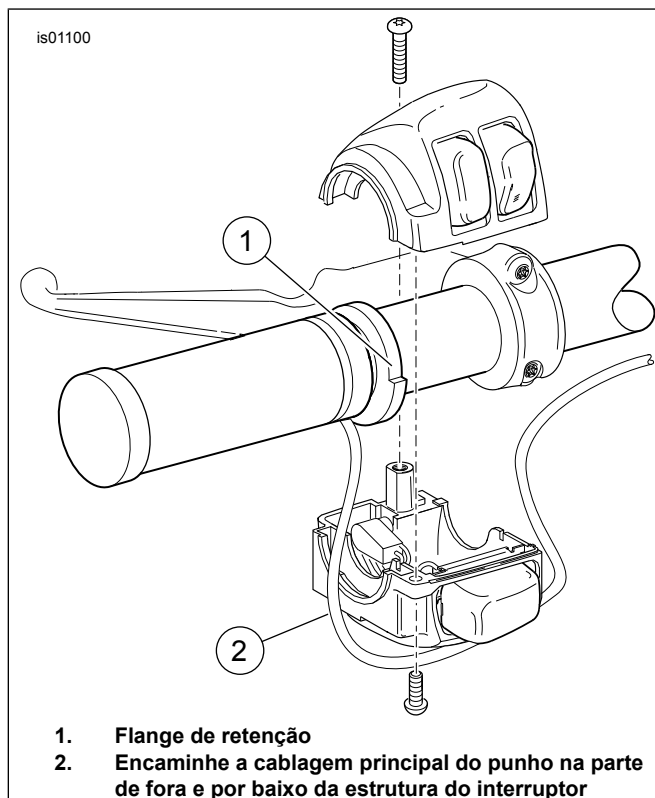

Figura 1. Punho aquecido (Lado esquerdo)
- Consulte Figura 1. Posicione o punho esquerdo no guidador de forma a que o flange de retenção (1) possa ser firmemente instalado na estrutura inferior do interruptor (2).